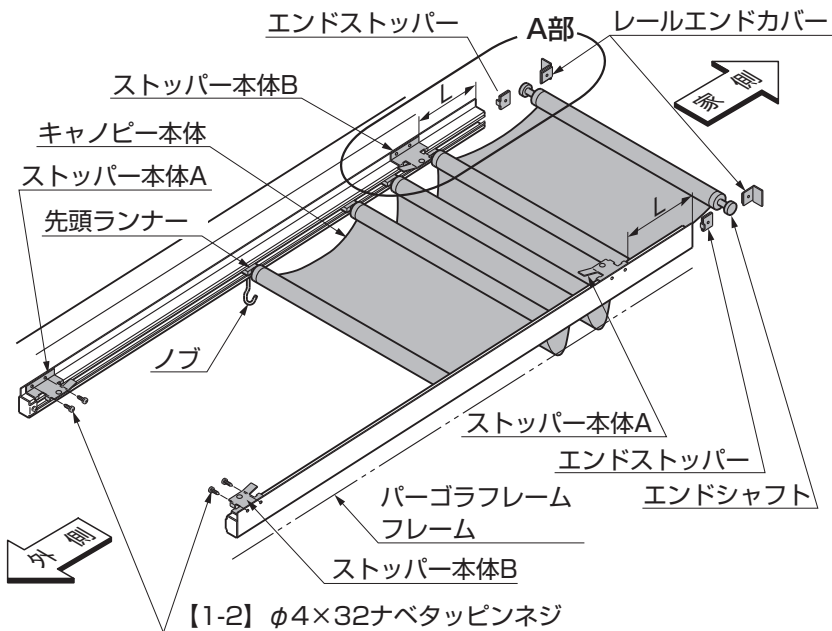

図5-1
①図5-1のようにレールの家側からキャノピー本体を挿入してください。このとき、先頭ランナーのノブが下になるようにしてください。